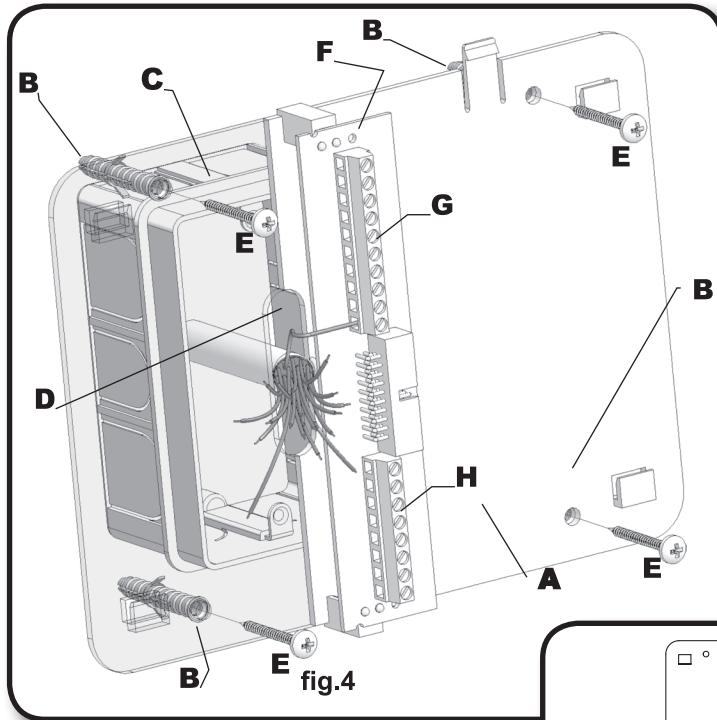
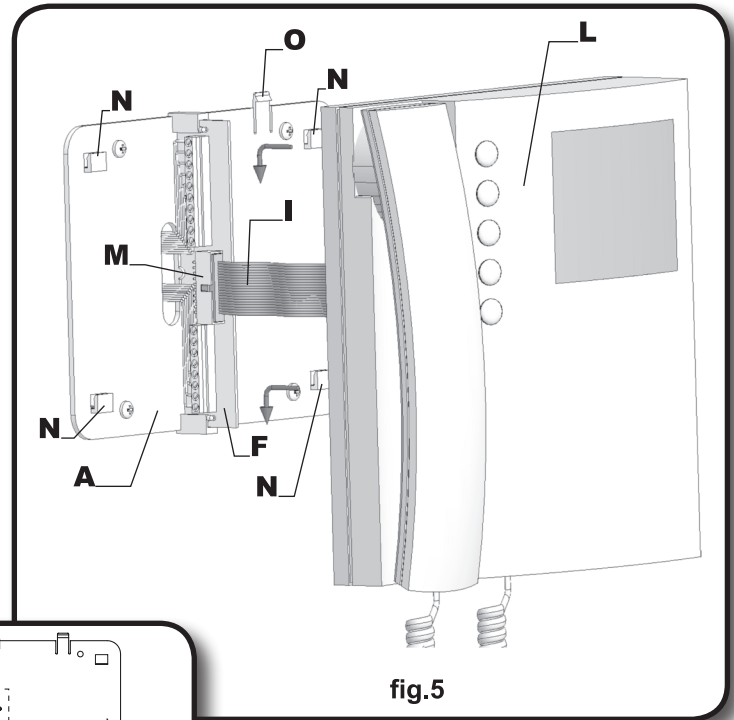
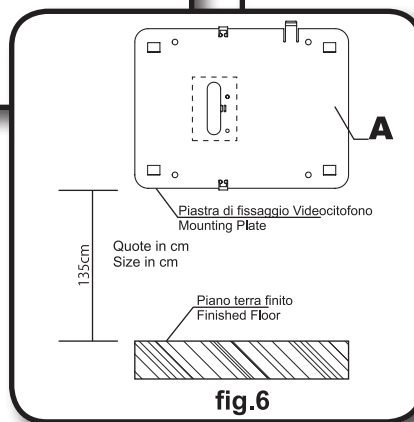

fig.4
fig.5
fig.6
- Appoggiare al muro la piastra di fissaggio **A** come indicato in **fig.6** (135cm da terra); prendere i riferimenti dei quattro fori per l'inserimento dei 4 tasselli ad espansione **B** (**fig.4**) e, nel caso si impieghi, prendere il riferimento per la scatola da incasso **C** (**fig.4**), che dovrà essere murata in posizione centrale rispetto all'apertura **D** al fine di agevolare il passaggio dei fili come mostrato in **fig.4**.
- Murare (se impiegata) la scatola da incasso⁽¹⁾ **C**, eseguire i 4 fori ed inserire i tasselli ad espansione **B**. Passare i cavi nell'apertura **D** e fissare la piastra **A** con le 4 viti **E** (**fig.4**) utilizzando un giravite a croce.
- Appoggiare la scheda di connessione **F** sulla piastra **A** come mostrato in **fig.4**; inserire⁽²⁾ i fili (che devono essere più corti possibile) nelle morsettiere **G** ed **H** e serrare con un giravite a taglio.
- Fissati i fili, sfilare la scheda di connessione **F** (**fig.4**), ruotarla di 90° in senso antiorario ed infilarla nella propria sede come mostrato in **fig.5**.
- Avvicinare, come da **fig.5**, il videocitofono **L** alla piastra **A** per agevolare la connessione del flat **I**.
- Come mostrato in **fig.5** inserire il connettore del flat **I**, che fuoriesce dalla parte posteriore del videocitofono, nel connettore **M** della scheda di connessione **F**.
- Facendo corrispondere le 4 fessure presenti sulla base del videocitofono **L** con i 4 incastri **N** della piastra **A**, appoggiare il video sulla piastra e spingerlo verso il basso fino allo scatto, compiendo un movimento come mostrato dalle frecce in **fig.5**.
- Place the mounting plate **A** against the wall as shown in **fig.6** (135cm from floor level); and mark the fixing holes for the four wall plugs **B** (**fig.4**) and for the back box **C** if used (**fig.4**) which must be flushed into the wall in line with the opening **D** as shown in **fig.4**.
- Once the back box⁽¹⁾ **C** is flushed into the wall (if used), drill the four fixing holes and insert the wall plugs **B**. Thread the cables through the opening **D** and fix the mounting plate **A** to the wall with the 4 screws **E** (**fig.4**), using a Philips screwdriver.
- Fit the PCB **F** against the mounting plate **A** as shown in **fig.4**; insert the wires⁽²⁾ (As short as possible) into terminals **G-H**. Secure them using a terminal screwdriver.
- Unclip the PCB **F** (**fig.4**), rotate it 90° anticlockwise and fit it into its housing as shown in **fig.5**.
- As shown in **fig.5**, move the videophone **L** close to the mounting plate **A** so that the ribbon cable will reach the connector **I**.
- As shown in **fig.5**, connect the female plug on the ribbon cable **I** coming from the videophone to the male plug connector **M** on the PCB **F**.
- Place the videophone **L** against the 4 hooks **N** on the mounting plate **A** and push down: the videophone will automatically lock into place using clasp **O** as shown in **fig.5**.